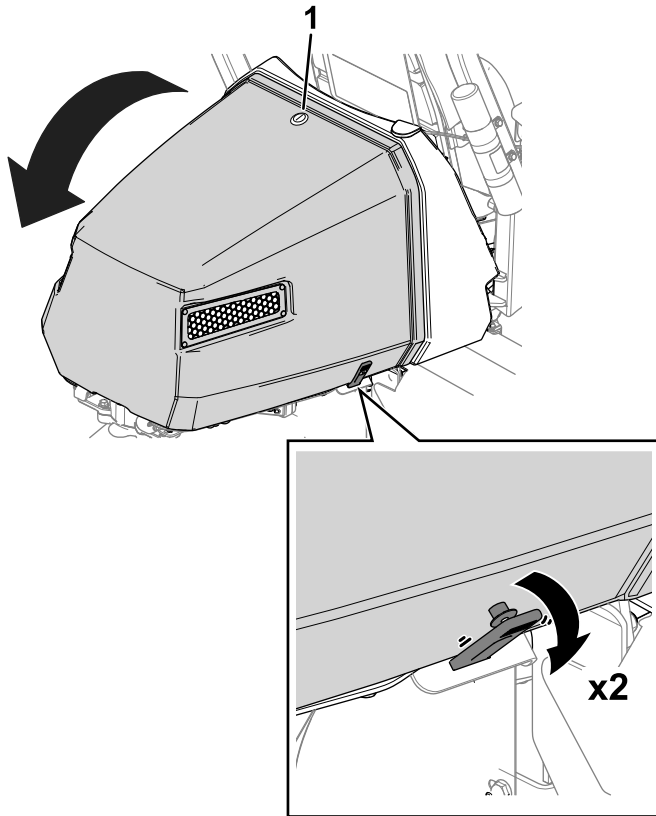

Bild 44
1. Lösen Sie den Motorhaubenriegel (Bild 44).
2. Lösen Sie die Gurte von beiden Seiten der Motorhaube (Bild 44).